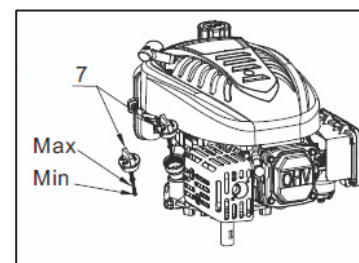

Fig. 7
2. Verwijder de olievluldop /peilstok (7) en veeg deze schoon.
3. Steek de olievluldop/peilstok (7) in de olievlulnek, zoals getoond. Schroef de dop er echter niet in, maar verwijder de dop om het oliepeil te controleren.
4. Indien het oliepeil bij of beneden de onderste peilstreep op de peilstok staat, verwijder dan de olievluldop/peilstok (7), en vul bij met aanbevolen olie tot aan de bovenste peilstreep (onderste rand van het olievlulgat). Vul niet te veel bij.
5. Plaats de olievluldop /peilstok (7) stevig terug. (Zie Fig. 7)